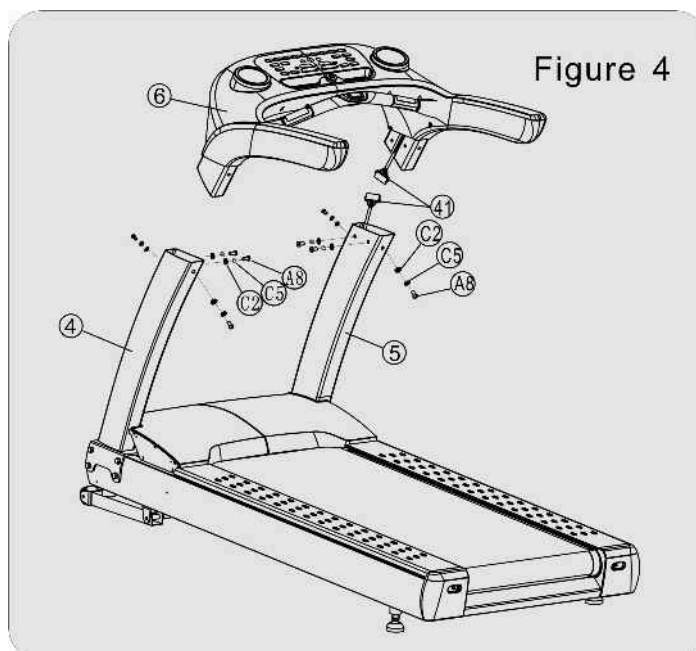

Figure 4
B. Installez le guidon et l'ensemble de contrôleur (6) sur le tube vertical gauche/droit (4, 5).
C. Raccordez le guidon et le contrôleur (6) au tube droit gauche/droit (4, 5) à l'aide de 8 jeux de boulons semi-ronds M10X20 (A8), de rondelles élastiques $\phi 10$ (C5), de rondelles plates $\phi 10$ (C2). (Attention : Pour aligner le trou de vis) (voir figure 4)